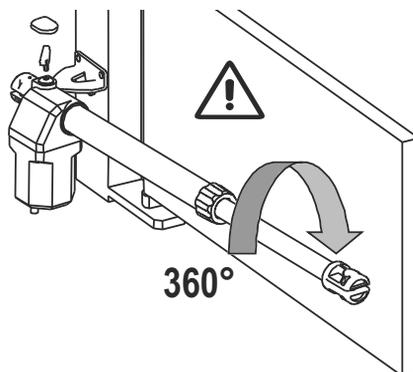

FIG. 5
- 7 - Vissez le tube D. 1 tour complet de 360° (FIG. 5).